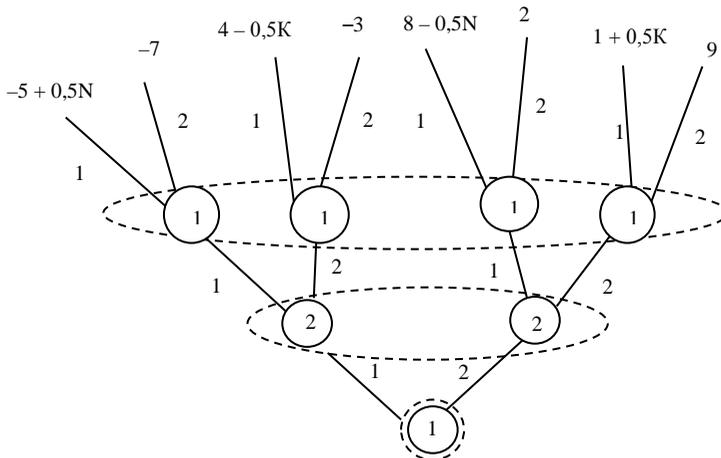

Рис. 1.3. Дерево игры
1. Позиционная игра изображена на рис. 1.3.